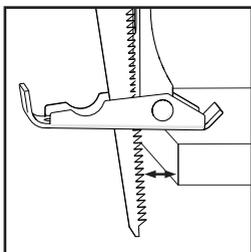

Fig. 9
- Upewnić się, że ruchoma stopka ściśle przylega do obrabianego przedmiotu oraz że brzeszczot nie styka się z obrabianym przedmiotem. **(Rys. 9)**